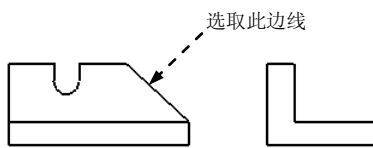

图 3.8.37 选取基准平面
Step3. 在系统 **在主视图上选择穿过前侧曲面的轴或作为基准曲面的前侧曲面的基准平面。** 的提示下, 选取图 3.8.37 所示的边线 (在图 3.8.37 所示的视图中, 所选取的边线其实为一个面, 由于此面和视图垂直, 其投影为一条边线; 在主视图非边线的地方选取, 系统不认可)。